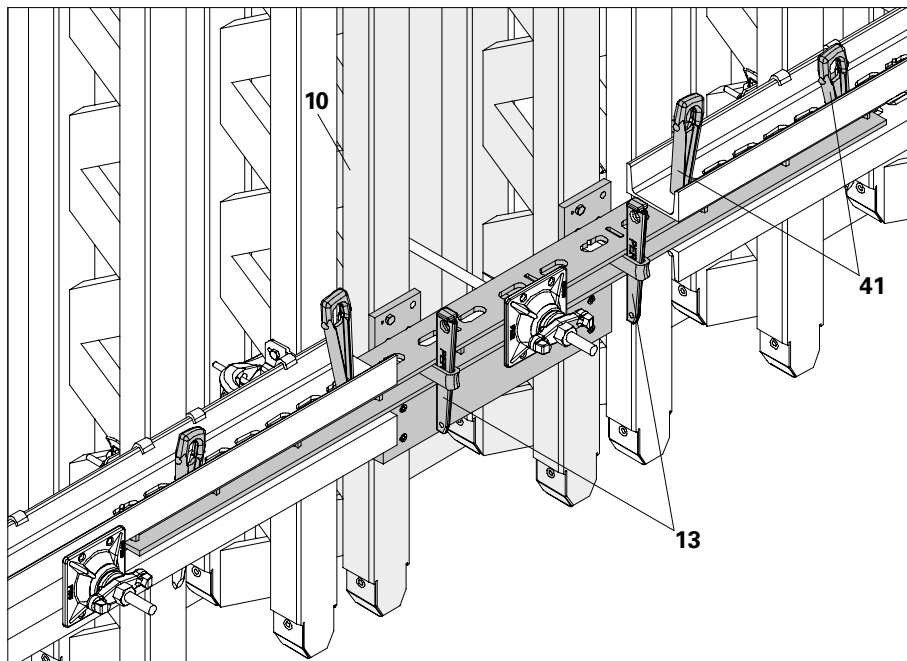

Fig. B7.01
5. Tirare l'elemento di compensazione preassemblato alla giunzione con il cuneo K (13).
6. Fissare i cunei (41) sull'altro lato per la trazione e la compressione. (Fig. B7.01 + B7.02)